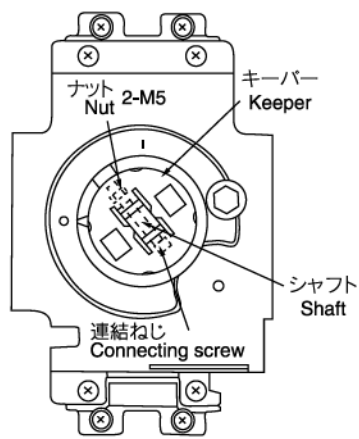

図4 Fig. 4
- ・シャフトの取付け方向は、図4の位置にしてください。
- ・ For the shaft mounting direction, see Fig. 4.